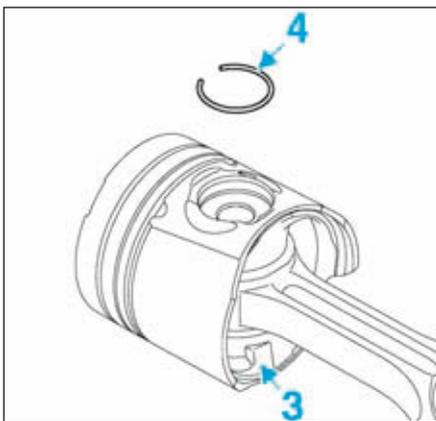

FIG.97
- L'encoche (3) doit être orientée côté volant moteur (Fig.97).